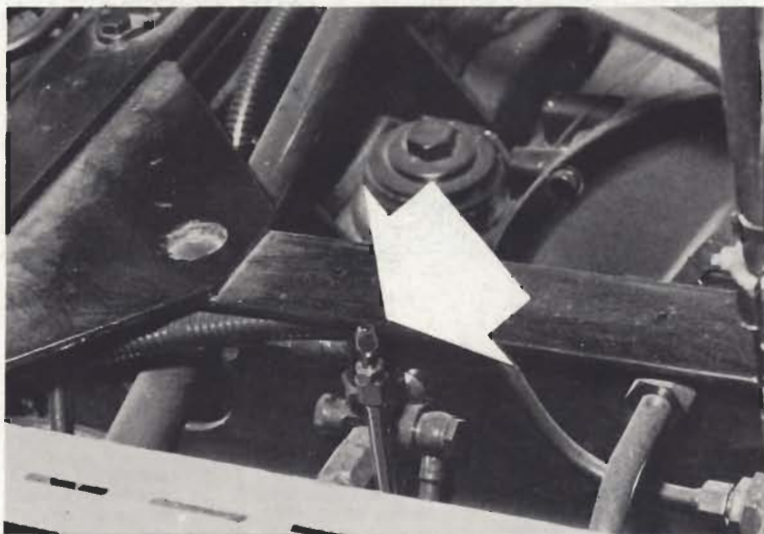

Fig. 11.4. - Válvula de hinchar neumáticos
11.6 VALVULA DE HINCHAR NEUMATICOS (Fig. 11.4)